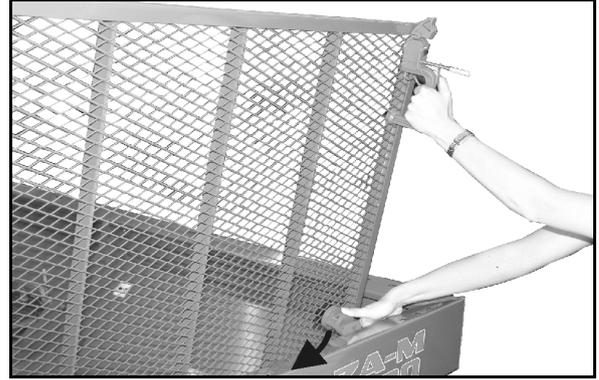

图 17
3. 防护格栅折叠起来，直至止动装置扣入料斗边缘（图 17）。
- 关闭防护格栅前，按下止动装置（图 17）。